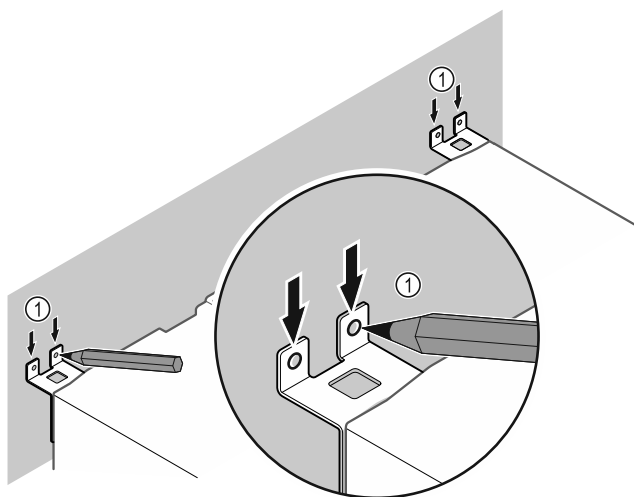

Fig. 67
- Apporre i contrassegni alla parete Fig. 67 (1).